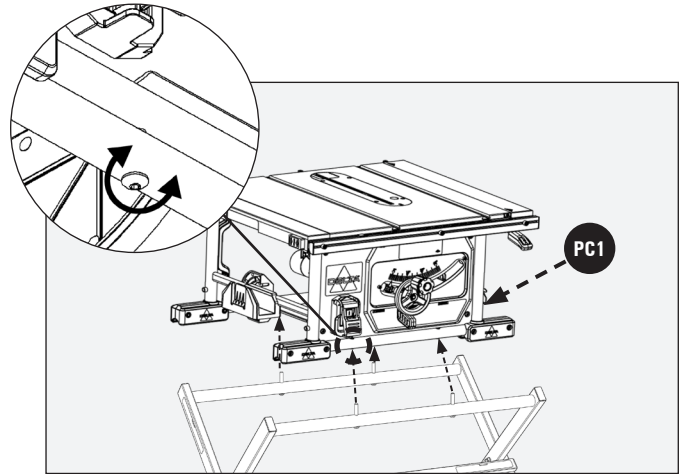

FIGURA 5
1. Coloque la sierra **PC1** en el soporte mientras alinea los orificios de montaje en el soporte de la sierra con los orificios roscados en la base de la sierra Figura 5.
2. Apriete los (4) tornillos de cabeza hexagonal M8 x 55mm **HP6** para asegurar el soporte a la sierra, con suministrado Llave Allen combinada de 4mm **HP9**.